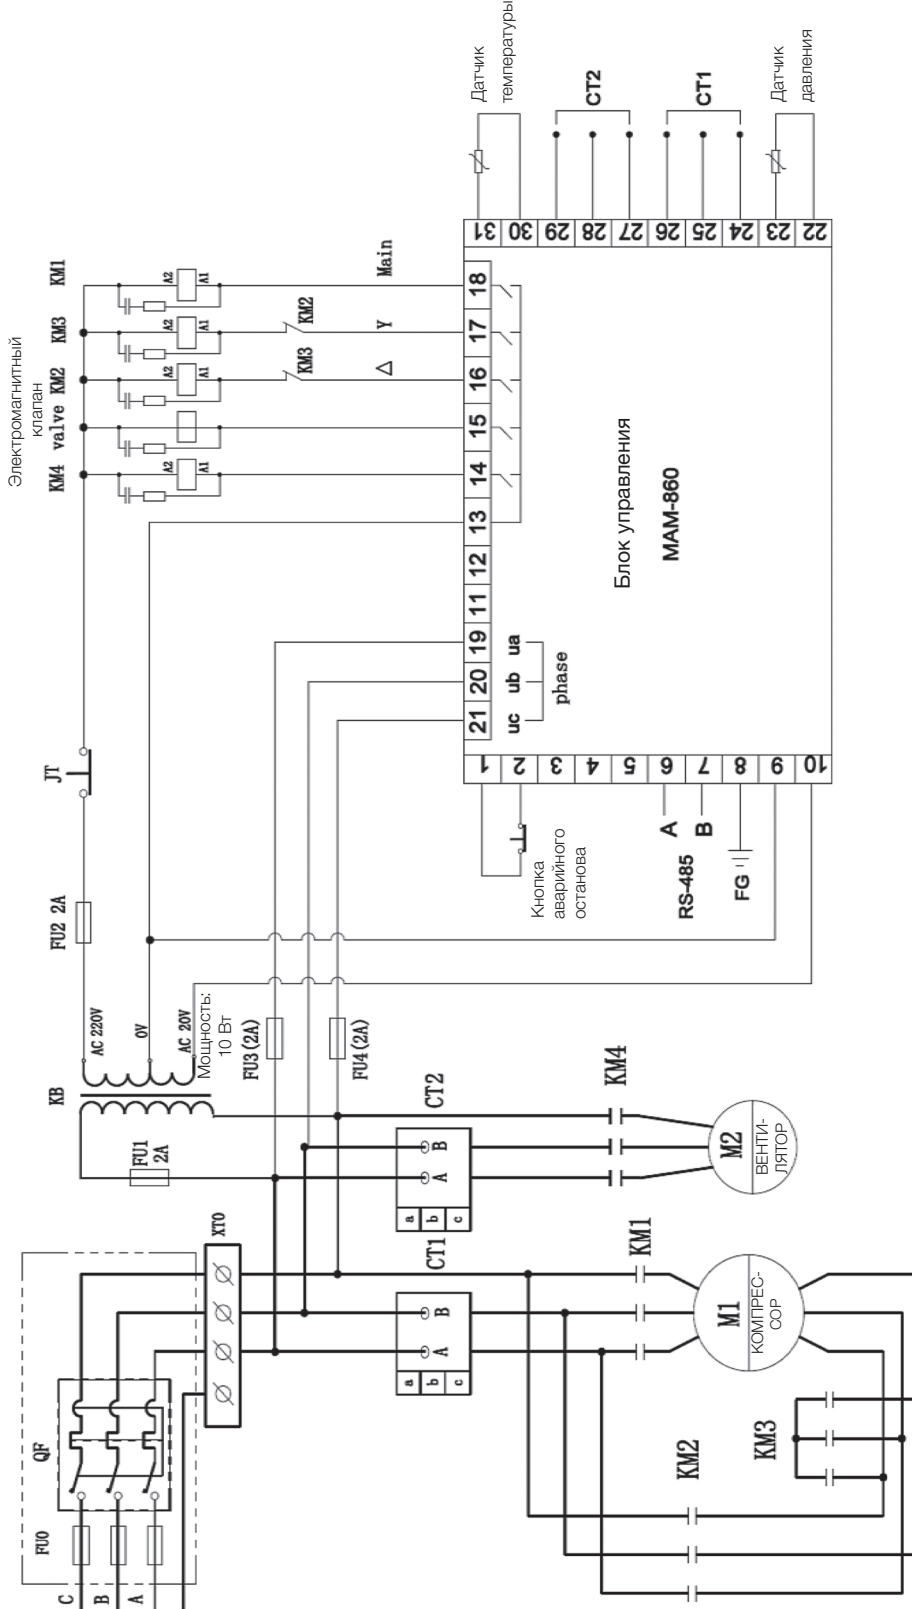

Рис. 3.4 Электрическая схема компрессора серии SC-A
- Электрическая схема показана на рис. 3-4.